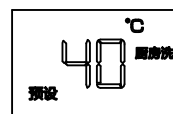

图30
2. 厨房洗模式（如图30）：在待机状态下（即不开水状态下），用户切换到厨房洗模式时，此时热水器自动调整燃气供给量，用户可以根据自身需要调节出水温度。温度调节范围为35℃~45℃。在待机状态下（即不开水状态下），可按“@”功能键进行切换退出模式，或在使用状态下按“@”功能键退出。